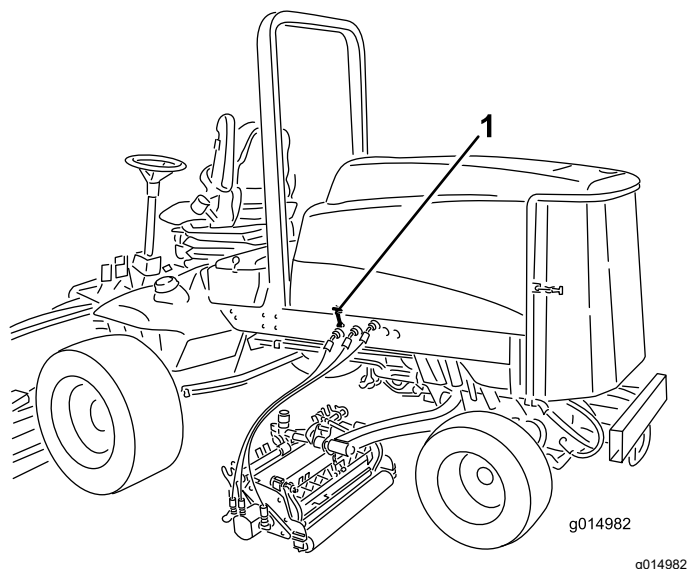

Figura 42
1. Desenganche los cierres del capó (Figura 42) y abra el capó.